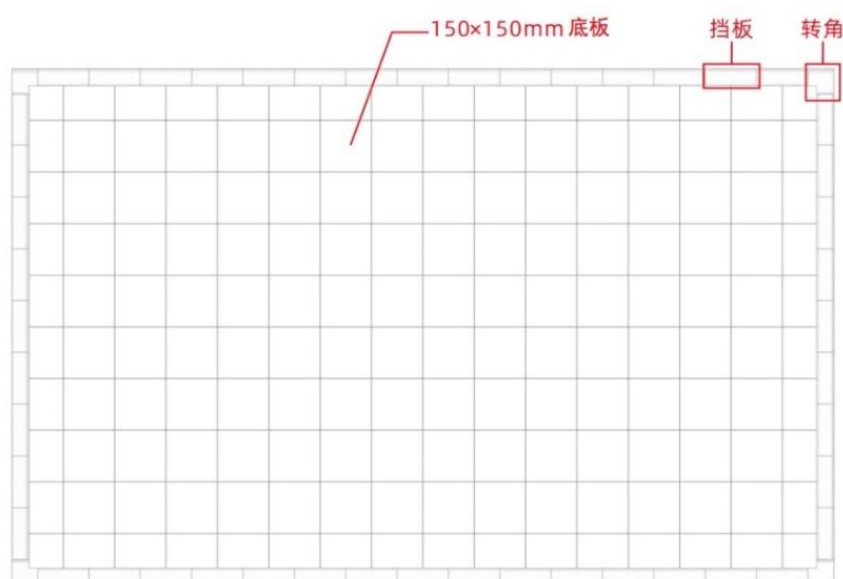

图 3 拼接式赛台
1.2 为提高参赛选手的应变能力，正式比赛场地会有随机性变化。赛台外边长 2400mm～3000mm、宽 1500mm～2100mm，以赛前公布的尺寸为准。图 3 是一个 2400mm×1500mm 拼接赛台的实例。